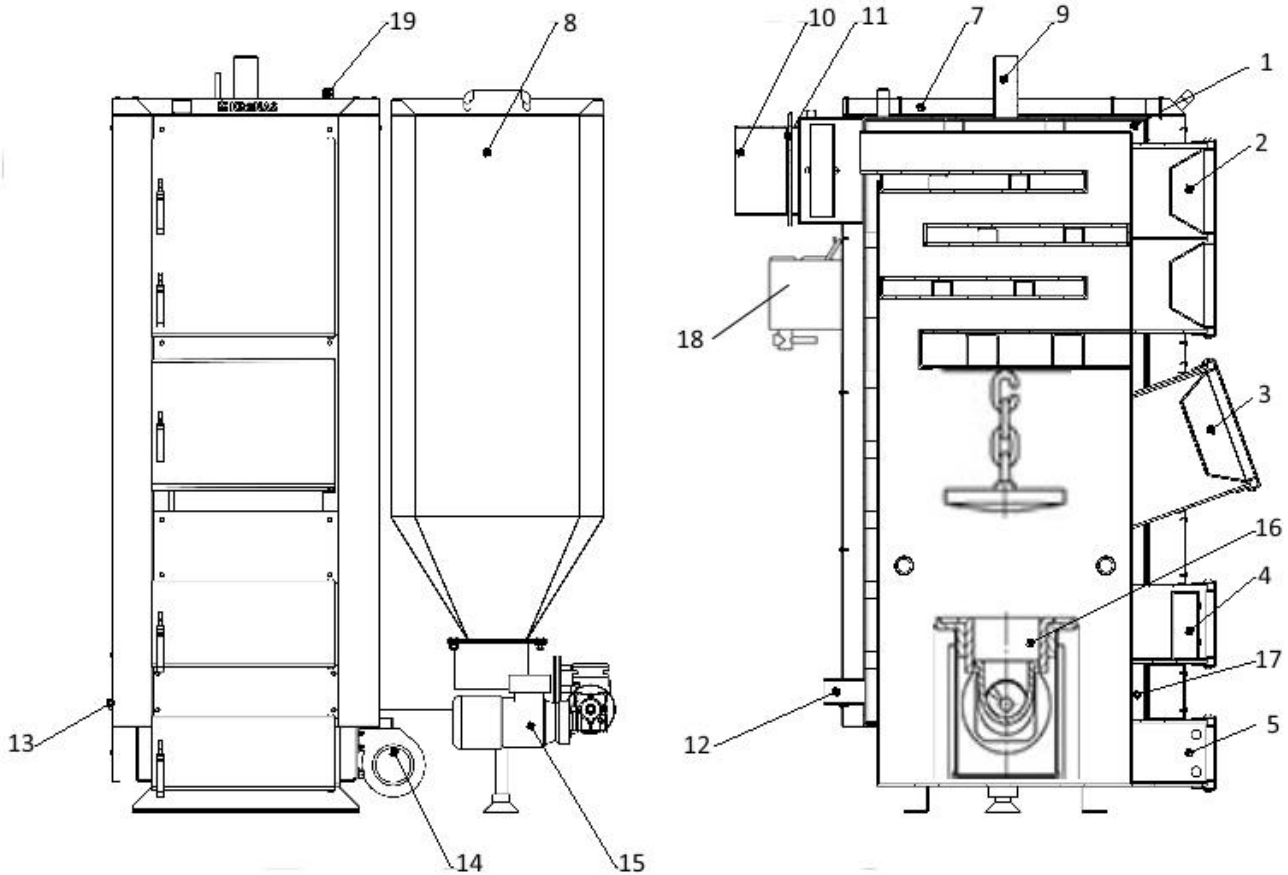

Рисунок 5.1 – Зовнішній вигляд та основні елементи котла типу КТНк
Корпусом котла (поз. 1, рис. 5.1) є паралелепіпед з подвійними стінками, які розділені водними перегородками (поз. 17, рис. 5.1). Топочна камера розташована під високоефективним чотирьохходовим теплообмінником.
- шнекового (гвинтового) механізму подачі палива, який приводиться в рух мотор-редуктором (поз. 15, рис. 5.1);
- самоочисної чавунної топки-реторти, що виконана у формі келиха (поз. 16, рис. 5.1);
- вентилятора, що нагнітає повітря до топки-реторти (поз. 14, рис. 5.1);
- електронного контролера температури (поз. 6, рис. 5.1).
Паливо для процесу спалення подається автоматично з розташованого біля котла бункера для палива (поз. 8, рис. 5.1) за допомогою гвинтового (шнекового) механізму подачі. В чавунній реторті відбувається процес спалення палива за участю повітря, яке постачається припливним вентилятором. Для рівномірного розподілу продуктів згоряння по теплообміннику в котлах передбачені: або чавунна плита – дефлектор, яка розташована над ретортою, або повітряні форсунки, які розташовані по боках реторти.
Обслуговування котла полягає у періодичному додаванні палива у бункер (поз. 8, рис. 5.1) та усуненні золи з зольної полиці без необхідності погашення котла. Після розпалення котел не потребує постійного перебування у приміщенні, де він змонтований, обслуговуючого персоналу. Експлуатація котла може відбуватися безперервно під час всього опалювального сезону. Котел може також працювати після опалювального сезону в системі з бойлером на гаряче водопостачання.
Димові гази виходять у димохід крізь боров (поз. 10, рис. 5.1), розташований у задній частині котла. Боров обладнано вбудованим дросельним клапаном продуктів
згоряння – шибером (поз. 11, рис. 5.1), який у випадку надто високої тяги у димоході дає можливість її знизити шляхом часткового перекидання вихідного отвору борова.
- дверцята для періодичного обслуговування (чищення) конвективної частини котла (поз. 2, рис. 5.1);
- дверцята топки (поз. 3, рис. 5.1) для доступу до реторти (для розпалення котла та періодичного чищення реторти);
- ревізійний дверцята (поз. 4, рис. 5.1);
- дверцята зольника (поз. 5, рис. 5.1).
У верхній частині теплообмінника розміщені: патрубок прямої мережної води (поз. 9, рис. 5.1) та штуцер для встановлення запобіжного клапана (поз. 19, рис. 5.1). В нижній частині, на задній стіні, – патрубок зворотної води (поз. 12, рис. 5.1). Зливний патрубок (поз. 13, рис. 5.1) розташований на боковій стінці котла.
Корпус котла обкладений теплоізоляційним матеріалом – мінватою (поз. 7, рис. 5.1).